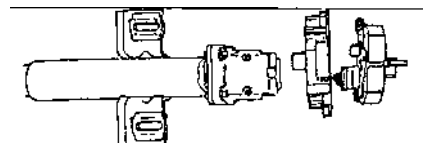

Рис. 6.36.
- выкрутив винты, снять кронштейн переключателей (рис. 6.36);